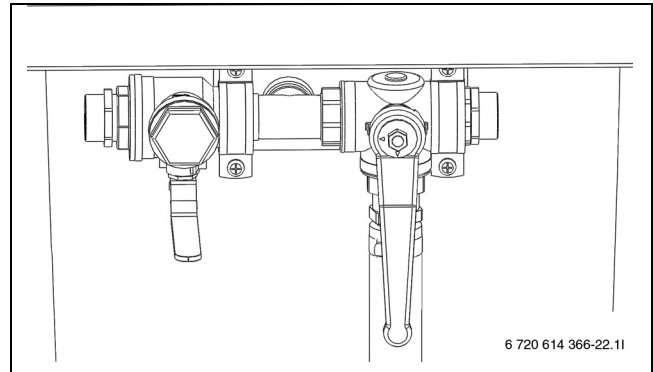

Bild 22 Befüllstation in Mischposition
- Ventile der Befüllstation auf Mischposition stellen (→ Bild 22).